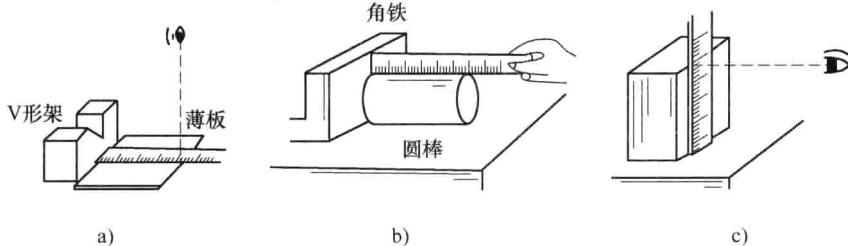

图 1-12 金属直尺的使用
(1) 检查金属直尺 主要检查金属直尺是否弯曲，分度是否清晰，端面及侧面是否有磨损现象。
(2) 放置金属直尺 将 V 形架或角铁的平面与工件测量长度方向面靠紧，金属直尺零线端部靠在 V 形架或角铁平面上，如图 1-12 所示。